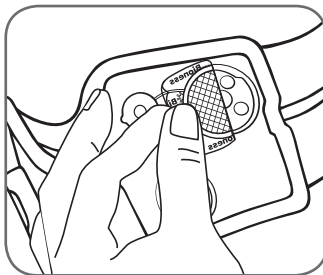

Abbildung 6-11: Anbringen der L300-Hydrogel-Elektrode auf der Basis
6. Befestigen Sie die Netzseite der L300-Hydrogel-Elektroden auf der jeweiligen Elektrodenbasis, und drücken Sie sie gut fest (siehe Abbildung 6-11).